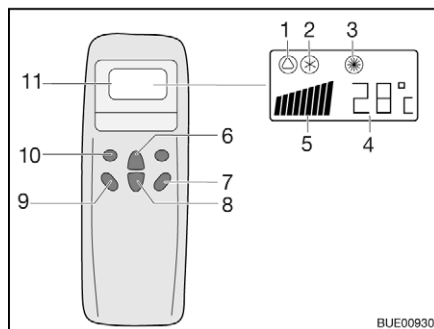
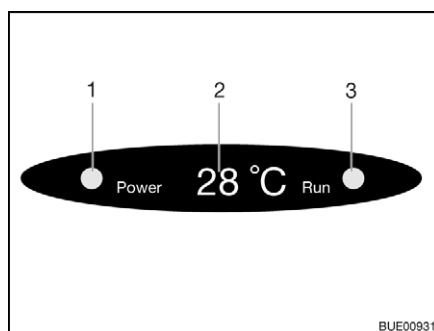

Fig. 122 Télécommande
Fig. 123 Affichage sur le diffuseur
- Appuyer sur la touche "ON/OFF" (Fig. 122,7).
- Appuyer sur la touche "Mode" (Fig. 122,10) autant de fois que nécessaire pour que le mode de fonctionnement souhaité (Fig. 122,1, 2 ou 3) s'affiche à l'écran. Le voyant de contrôle correspondant s'allume sur l'écran du diffuseur (Fig. 123,3).
- Régler la température souhaitée avec les touches d'augmentation de la température (Fig. 122,6) ou de diminution de la température (Fig. 122,8).
- Sélectionner le niveau de ventilation souhaité à l'aide de la touche de vitesse du ventilateur (Fig. 122,9).